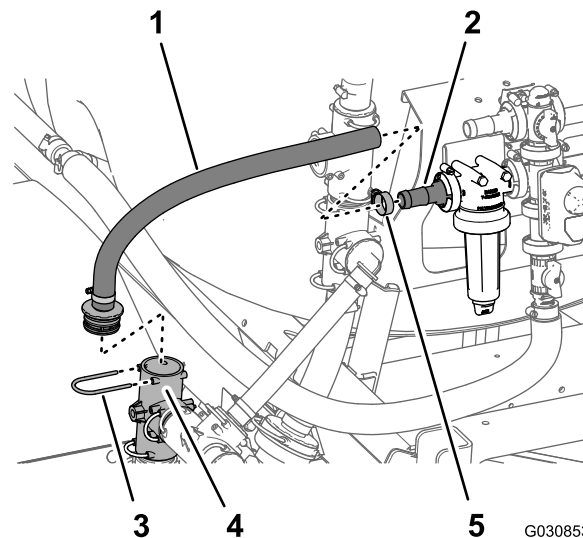

Рисунок 104
1. Вставьте выступающую часть прямого штуцера типа «елочка», установленного на конце шланга подачи (1 x 23¹/₈ дюйма), в тройник, установленный в выпускном отверстии насоса опрыскивателя (Рисунок 104), зафиксировав соединение при помощи держателя, снятого при выполнении пункта 3 раздела Демонтаж клапана перемешивания, шарового клапана и шлангов \(страница 36\).
2. Установите шланг подачи (1 x 23¹/₈ дюйма) на прямой штуцер типа «елочка» в головке фильтра (Рисунок 104).